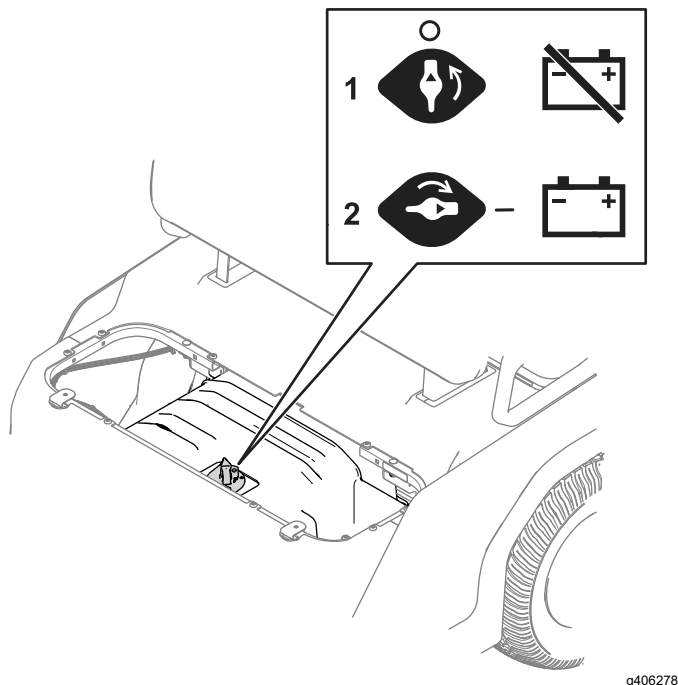

Figure 31
3. Placez le coupe-batterie à la position souhaitée, comme montré à la Figure 31.